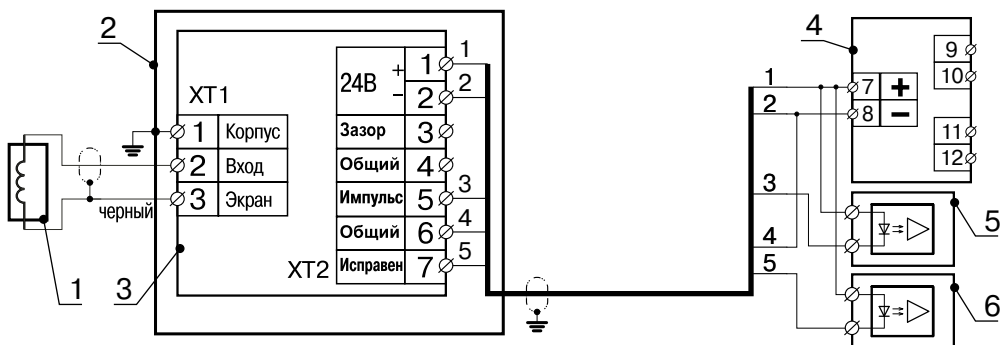

Рис. 6. Схема подключения преобразователя СИЭЛ–1664.
3. Измерение производить осциллографом на контактах 1, 7 соединителя XT2: см. рис. 6.